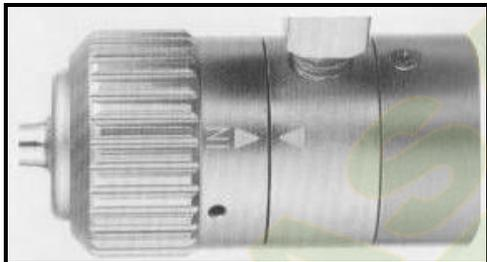

FIG. 2.1 (Vuoto)
1. **Per test di Vuoto:** ruotare il selettore D fino a che la freccia di selezione sul corpo dell'utensile non si allinea con la freccia posta sul selettore D e riportante il marchio **IN** (Fig. 2.1)